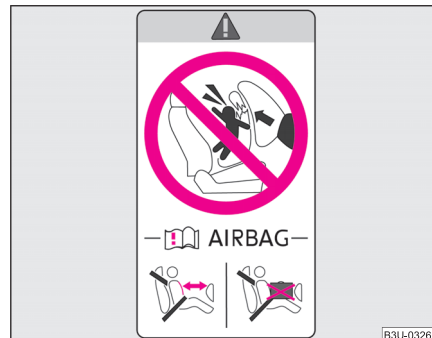

Fig. 135 Autocollant sur le montant central de la carrosserie côté passager avant
- L'autocollant qui se trouve ⇒ fig. 135 sur le montant central de la carrosserie côté passager avant attire votre attention à ce sujet. L'autocollant est visible dès que la porte du passager avant est ouverte. L'autocollant est placé sur le pare-soleil du passager avant dans certains pays. ▶